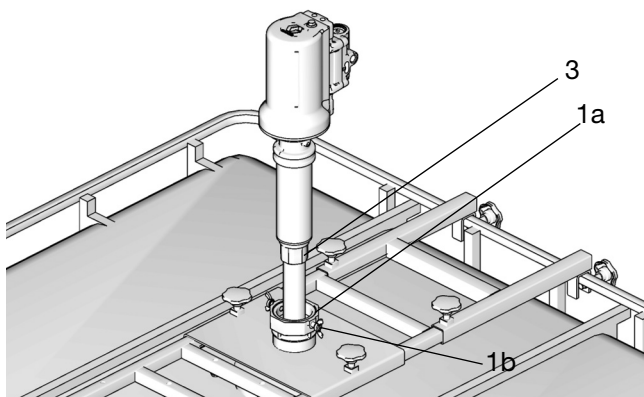

FIG. 11
Los modelos BSPP están diseñados para sellar el filtro de entrada de la bomba y no requieren sellante de roscas. Para estos modelos, instale el tubo/manguera de aspiración (3) en el alojamiento de entrada de la bomba (1) (FIG. 11).
3. Inserte el tubo de aspiración de la bomba (3) a través del adaptador de tapón (1a) en el contenedor (FIG. 11). Fije la bomba en posición apretando los tornillos de la junta (1b) (FIG. 11).